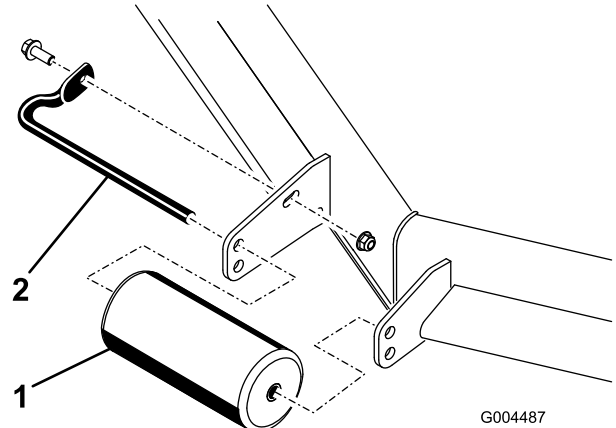
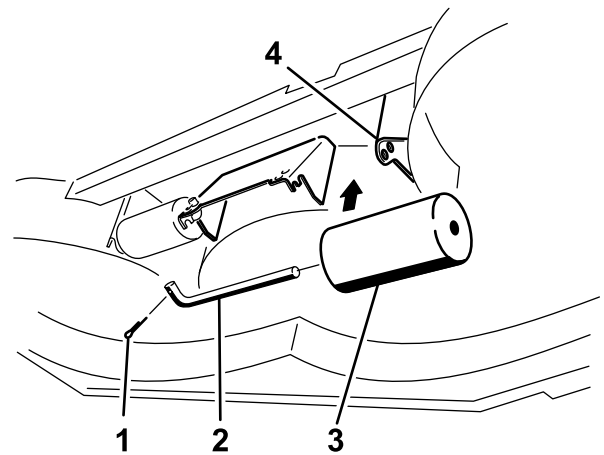

Bild 20
Bild 24
- 4. Nehmen Sie die Befestigungen ab, mit denen jede Rolle am Mähwerk befestigt ist, und schieben Sie die Rollen nach oben oder unten, siehe Bild 20 bis Bild 24 abhängig vom Mähwerk.